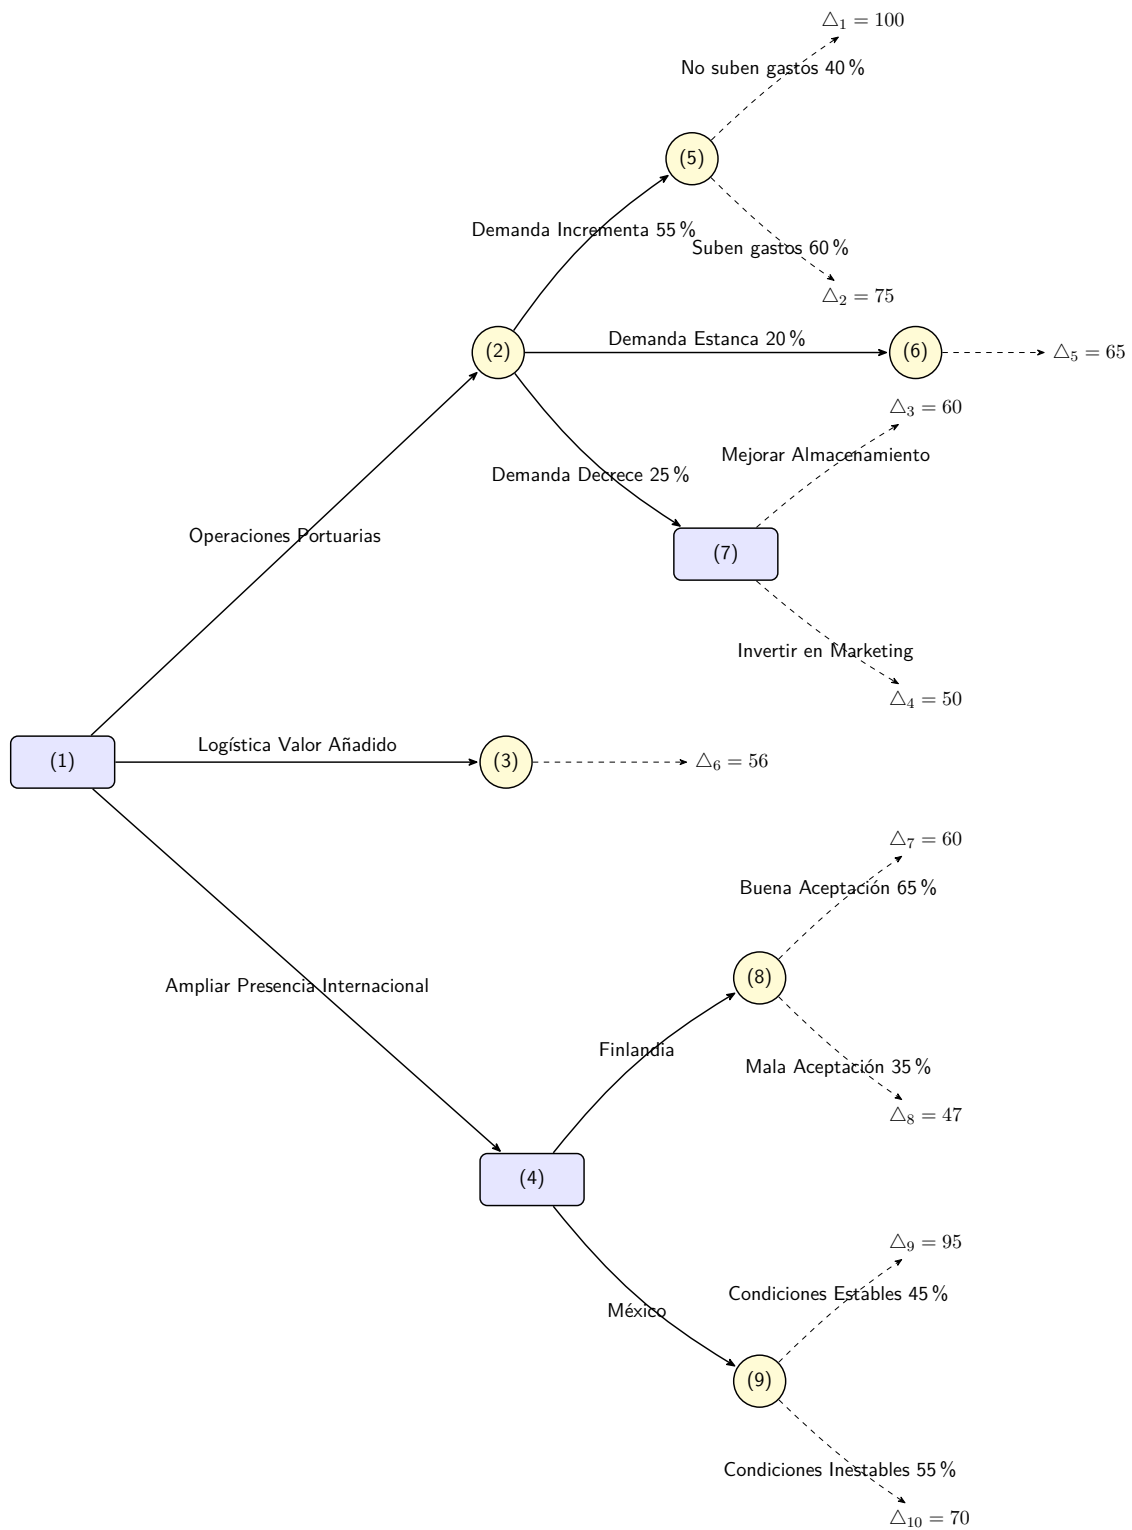

Figura 1.5: Diagrama de Transición del AFD del Ejercicio 5.
*Solución 1.1.5.* El grafo de decisiones corresponde con el de la figura 1.5. Las cantidades están el millones de euros.